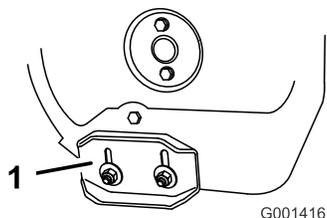

Figura 43
3. Allentate i dadi che fissano entrambe le slitte ai lati della coclea, finché le slitte non scorrono liberamente verso l'alto ed il basso (Figura 43).